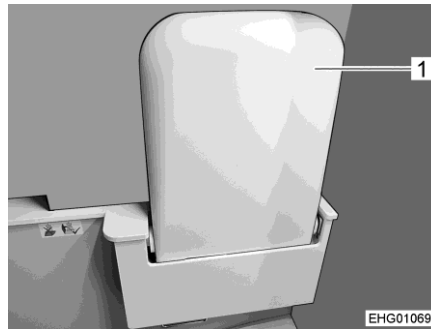

Bild 108 Waschbecken (nach oben geklappt)
- Waschbecken (Bild 108,1) an der Vorderkante greifen und nach oben zur Wand schwenken, bis es magnetisch fixiert ist.